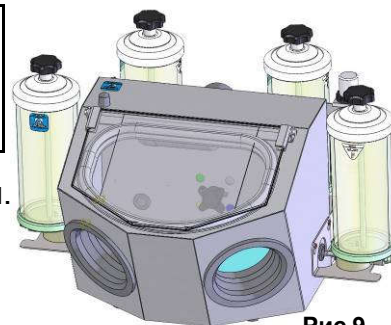

Рис.9
5.6 Подключить струйные модули **МС 4.3 Б/С*** (при наличии, в т.ч. укомплектованные по дополнительной заявке, см. рис.9). Для исключения колебаний задних **МС** при загрузке песком, зафиксировать их к корпусу **АСОЗ** стяжками-липами, обхватив ими крест-накрест.